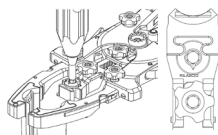
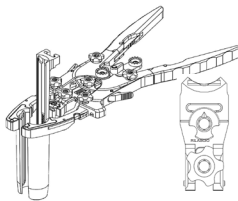

Figura 5
Figura 6
- Anche la lama posteriore è caricata dall'alto (Figura 6). Utilizzare lo **strumento cacciavite esagonale** (ML-0505), per ruotare il blocco finché non si trova in posizione aperta, con la
freccia rivolta verso il testo "Release" (Rilascio) (Figura 5). Far scorrere la lama del divaricatore nella sua fessura, quindi bloccare la lama in posizione ruotando la freccia di blocco verso l'incisione (o lontano da "Release") utilizzando lo **strumento cacciavite esagonale** (Figura 6).